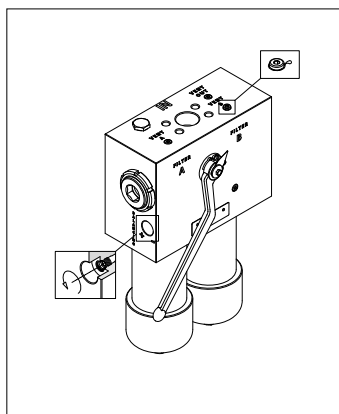

fig. 15
- (Fig. 15) Aprire la valvola di bilanciamento svitandola verso il segno "-". Far fuoriuscire l'aria dall'impianto attraverso il tappo di sfiato allentato di un giro al massimo, finché il fluido di lavoro non inizia a trafilare